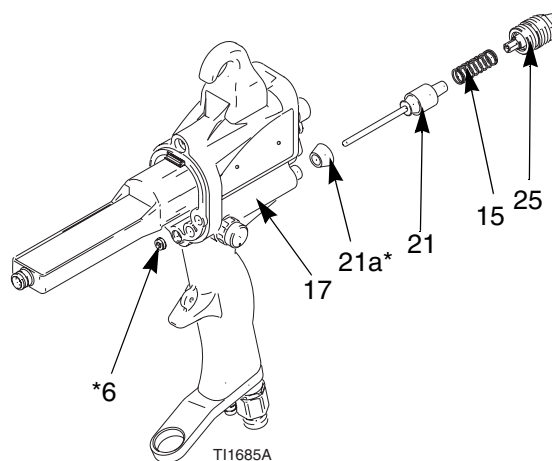

Fig. 33. Vanne pneumatique
3. Démontez la vanne de réglage du produit (25) de la poignée (17). Enlever le ressort (15). Voir FIG. 33.